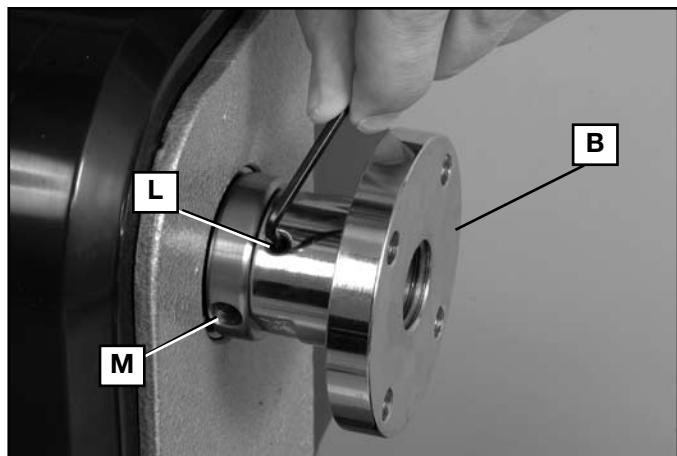
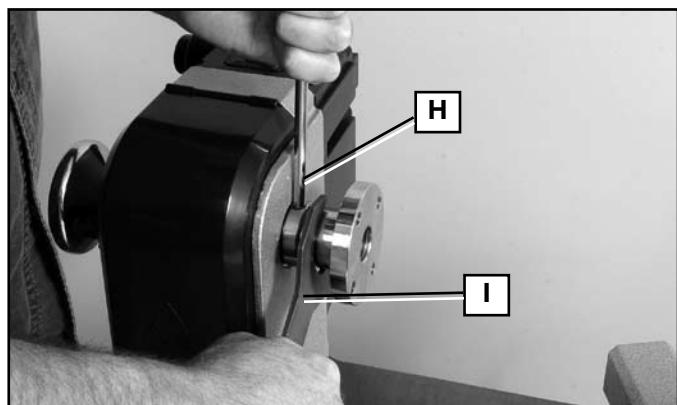
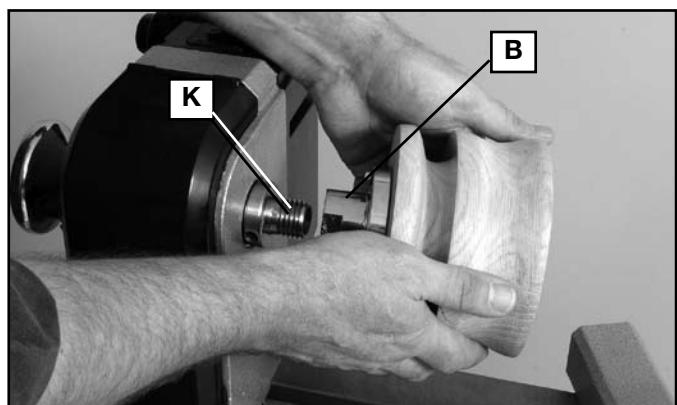

Fig. 2
Fig. 3
Fig. 4
- Lors de l'utilisation de la plaque de montage de 76 mm (3 po) comprise (B), fig. 2, ne pas fixer de pièces de plus de 152 mm (6 po) de diamètre, et de 152 mm (6 po) de longueur. Pour le montage de pièces plus importantes, s'assurer d'utiliser la plaque de montage de la taille appropriée.
**AVERTISSEMENT :** Pour réduire le risque de blessures, lors de l'utilisation de la plaque de montage de 76 mm (3 po) comprise (B), fig. 2, ne pas fixer de pièces de plus de 152 mm (6 po) de diamètre, et de 152 mm (6 po) de longueur. Pour le montage de pièces plus importantes, s'assurer d'utiliser la plaque de montage de la taille appropriée.
Utiliser la clé hexagonale de 3 mm fournie pour dévisser la vis de calage (L), en tournant au moins deux tours complets, puis retirer la plaque de montage. Insérer la barre d'éjection (H), fig. 3, dans le trou (M), fig. 2, puis la clé de la plaque de montage (I), fig. 3, sur les méplats de celle-ci (comme montré à la fig. 3). Tourner la clé pour desserrer la plaque. Par la suite, il est possible de dévisser la plaque de montage (B), fig. 2.
**AVERTISSEMENT : UNIQUEMENT POUR LE TOUR, MODÈLE 46-460 MIDI-LATHE, DE DELTA :** Pour réduire le risque de blessures, lors de l'utilisation du tour en marche arrière, s'assurer de visser solidement la vis de calage (L), fig. 2, lors du remplacement de la plaque de montage.
Pour fixer de nouveau la plaque de montage (B), fig. 4, la visser sur l'extrémité de l'arbre (K), puis serrer solidement avec la barre d'éjection et la clé comme l'illustre la figure 3. Remettre en position la vis de calage (L), fig. 2, si elle a été retirée. Serrer solidement la vis de calage.